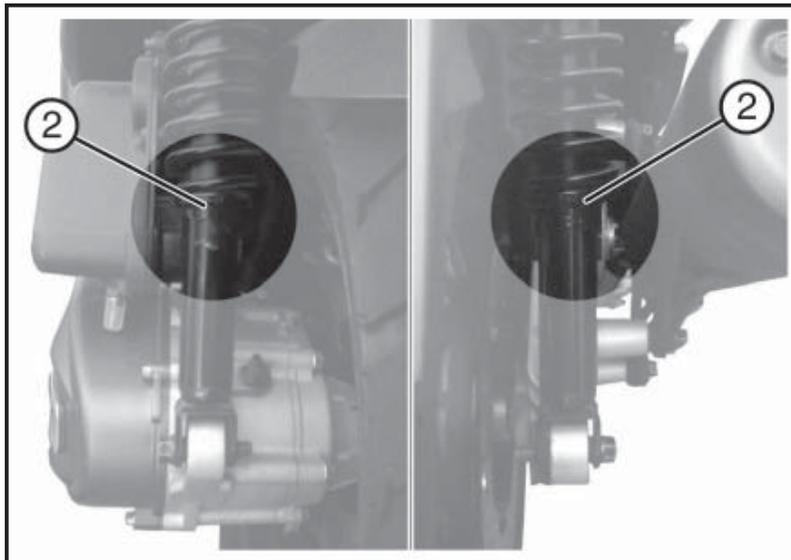

Fig. 02
4.24 ADJUSTING THE DAMPERS (Fig. 02)